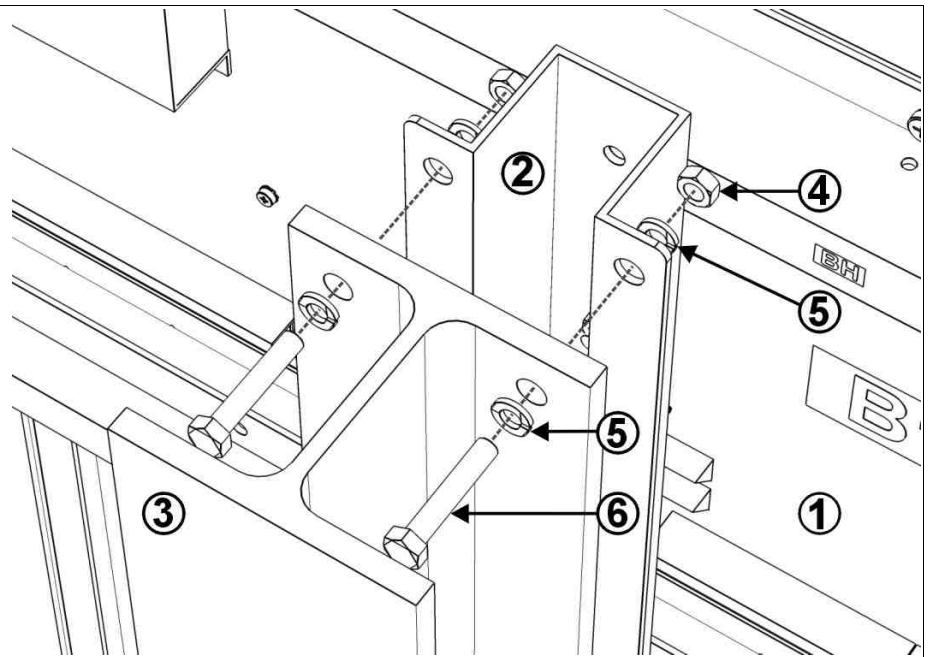

Abb. 15: Befestigung der Anzeigetafel
3. Erneut die Anzeigetafel den Balken nähern und sie mit den Schrauben **M8x20**, den Unterlegscheiben und den Muttern befestigen (siehe Abb. 15 - Anzugsmoment 20Nm).